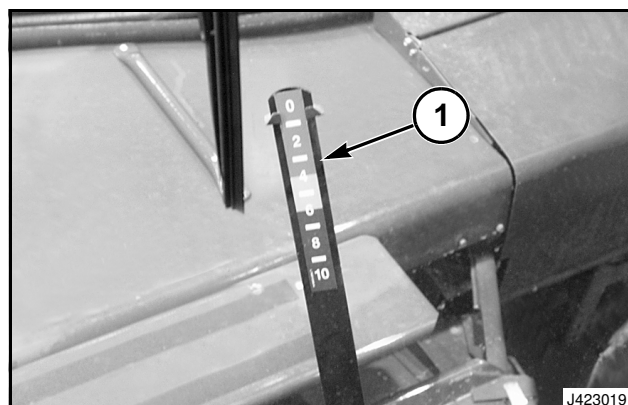

FIG. 6
FIG. 6: En modelos anteriores de segadoras autopropulsadas, el indicador de ángulo del colector (1) se encuentra cerca de la esquina delantera derecha de la cabina del operador.